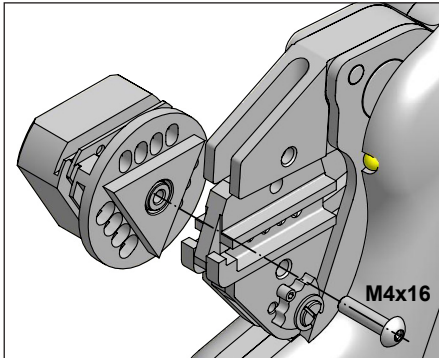
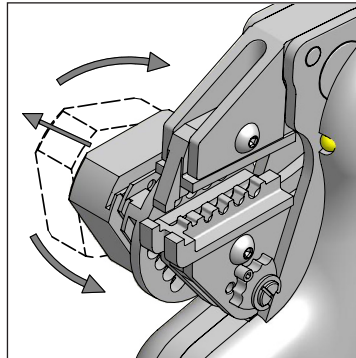

Bild 8
Bild 9
### 8.1.2.2 Beispiel für gedrehte Kontakte (Bild 8, 9)
5. Kontaktaufnahme, wie im Bild 8 dargestellt, an Schraube M4x16 ansetzen und mit dem im Locator befindlichen Gewinde festziehen. (Bild 9)